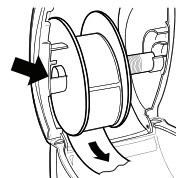

Figura 7
- 6 Insira a bobina de etiquetas na abertura na tampa da impressora, com as etiquetas pendendo da parte inferior do rolo. Consulte a Figura 7.